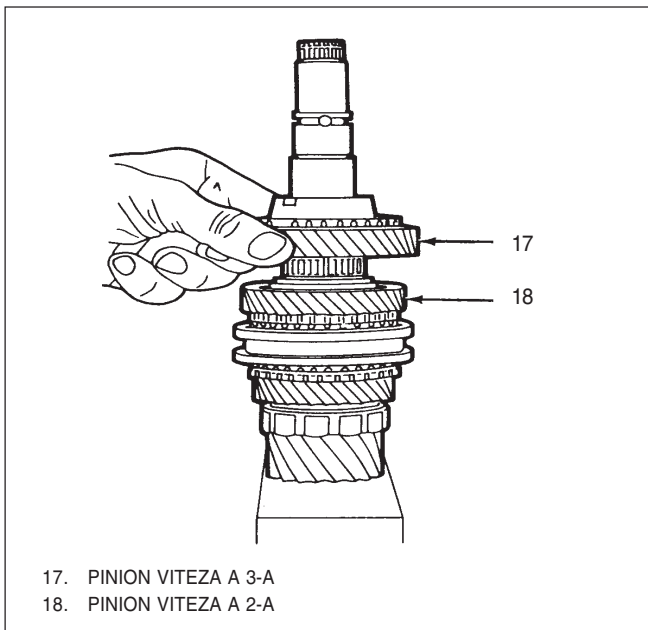

Fig. 41 Montare pinion viteza a 2-a și a 3-a
- 9) Inel sincronizator 3-4(16) și pinion viteza a 3-a(17), Fig 41.